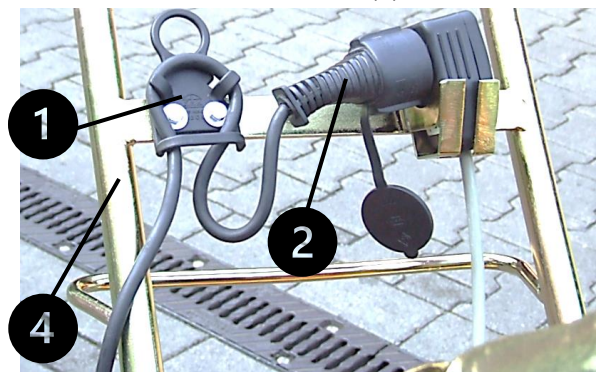

Abb. 01
Wird das Gerät mit Netz-Stromversorgung betrieben, **muss** das Netz-Stromkabel an der dafür vorgesehenen Stromkabelhalterung (1) am Handgriff (4) befestigt werden (siehe **Abb. 01**)! Damit die Steckerverbindung des Netz-Stromkabels gegen unbeabsichtigtes Lösen gesichert ist (z.B. durch unbeabsichtigtes Treten auf das Kabel mit der Folge: **Vakuum fehlt → Last fällt ab**).